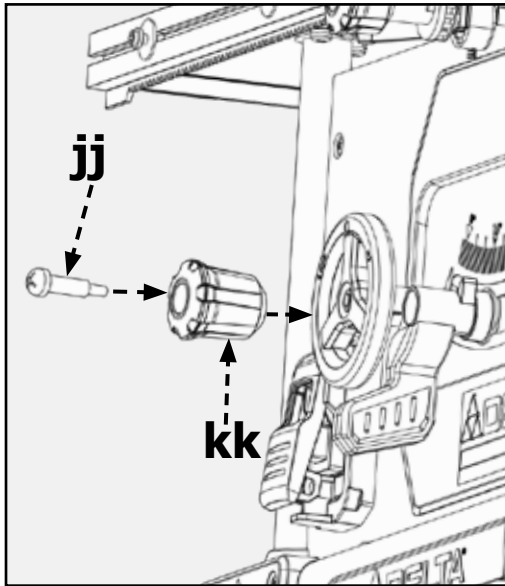

FIGURE 11a
1. Insérer la vis à épaulement de la poignée de la roue (jj) dans le bouton de réglage de hauteur de la roue (kk), tel qu'illustré à la figure 11a.